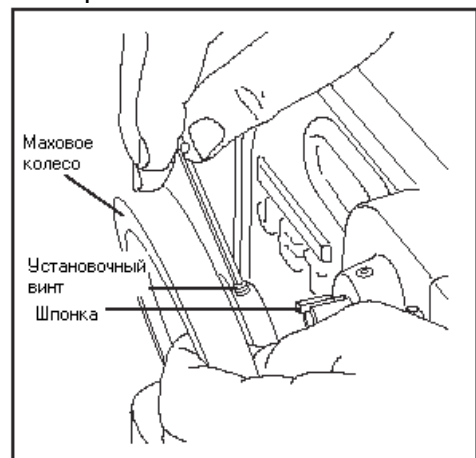

Рис.2. Снятие махового колеса
- А. Снимите рукоятку (3). (Обращайтесь к разделу Снятие рукоятки).
- Б. Ослабьте установочные винты (19) в ступице махового колеса (4). Снимите маховое колесо (4) с шестерни (9), затем снимите шпонку (17) с шестерни (9) (см. Рисунок 2).
- В. Вытяните бабу (5) так, чтобы образовался зазор для снятия шестерни (9) с дорнового пресса.
- Г. Поверните бабу (5) торец-к-торцу.